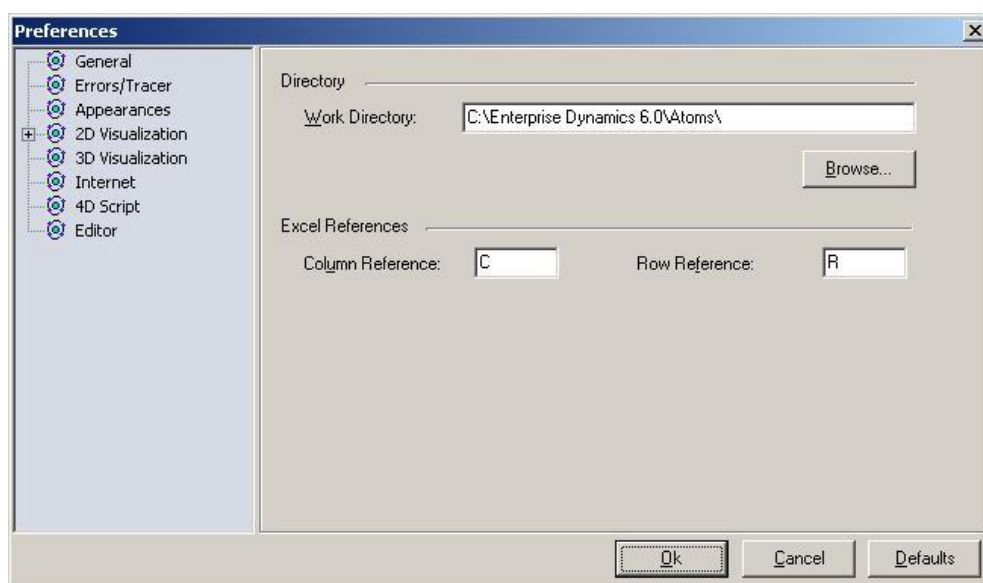

图 8-4: The File | Preferences 窗口
英语(默认语言)为: C和R (列和行), 德语为: K和R, 荷兰语为K和R, 等等……(如图8.4).
- a. 工作目录中Excel文件的名字是否正确(见图8.4检查工作目录)。